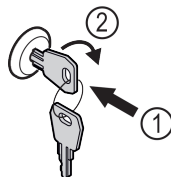

Fig. 175
- Вставьте ключ. Fig. 175 (1)
- Поверните ключ на 90° по часовой стрелке. Fig. 175 (2)